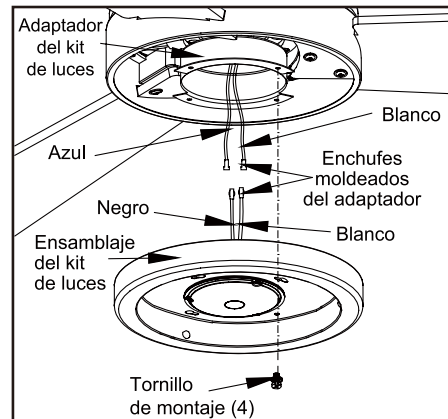

Figura 16
1. Afloja, pero no quites, tres de los cuatro tornillos de montaje del conjunto motor-ventilador; retira un tornillo de montaje. (Figura 16)
2. Empuja el conjunto del soporte del kit de luces hacia el conjunto motor-ventilador de manera que las cabezas de los tres tornillos aflojados encajen en los orificios tipo ojo de cerradura. Gira el conjunto del soporte kit de luces hacia la derecha y aprieta los tornillos. Vuelve a instalar el tornillo que retiraste en el paso 1 y apriétalo firmemente. (Figura 16)